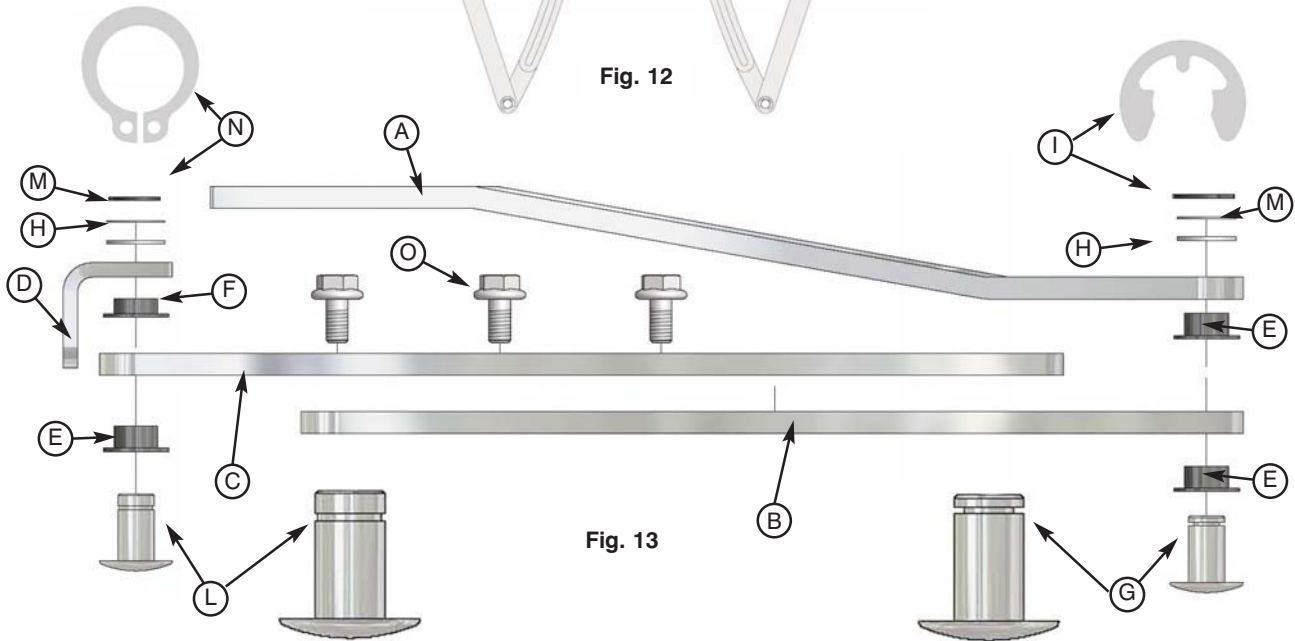

Fig. 13
Introduire dans les étriers du bras articulé (Fig.13 Part.A, B et C) les 3 douilles en plastique prévues (E) et, dans l'étrier de fixation vantail (D), la douille en plastique (F).
Introduire l'étrier du bras (Fig. 13 par. A) dans le logement prévu sur le motoréducteur et le fixer au moyen des deux vis évasées fournies